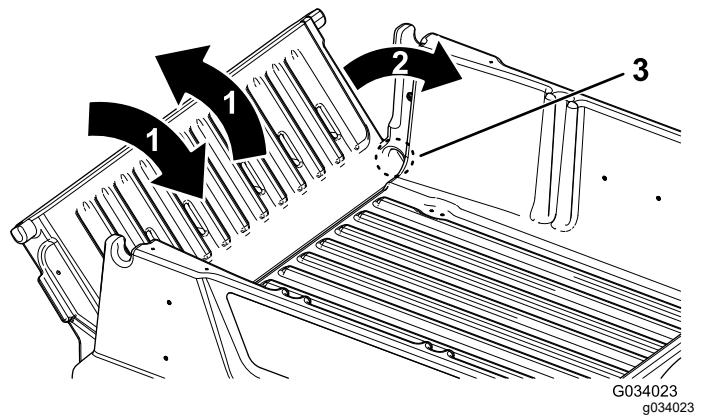

Figura 19
3. Mueva el portón trasero varias veces hacia adelante y hacia atrás, con breves sacudidas (Figura 19).
2. Gire el portón trasero a un ángulo de 45° aproximadamente (Figura 19).